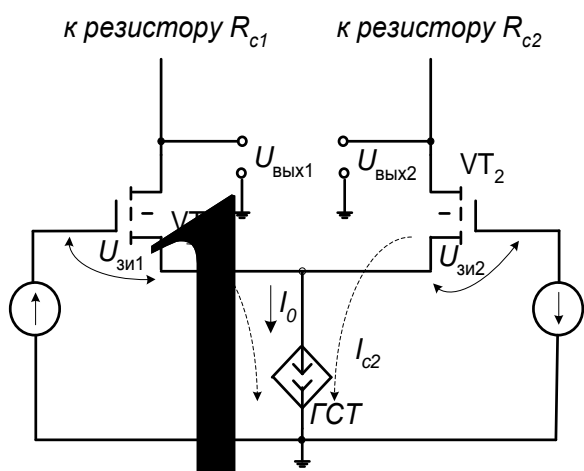

Рис.9.9.
Схемы замещения входных цепей для дифференциального и синфазного сигналов даны на рис. 9.9 и 9.10 соответственно.
*Коэффициент усиления дифференциального сигнала (рис.9.9).*